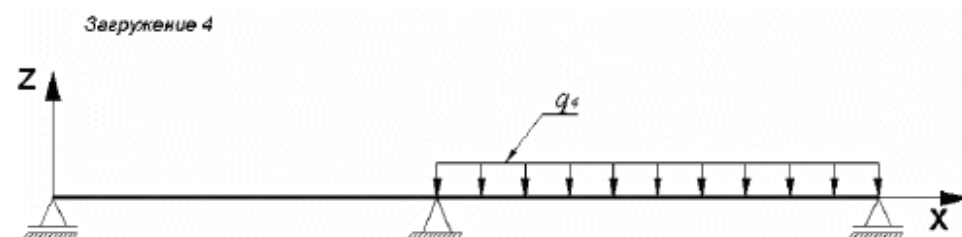

Рис.7.6 Схема загрузки 4 балки
- загрузка 4 – равномерно распределенная во втором пролете $q_4 = 0.87$ т/м (рис.7.6);